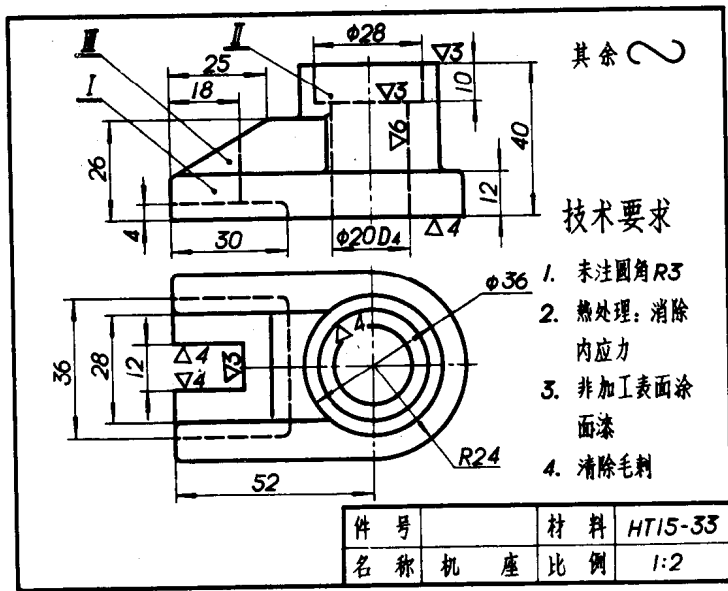

图 47
**例题** 图47是机座的零件图，要求由主、俯两个视图，想出该机件的结构形状，然后补画出左视图。